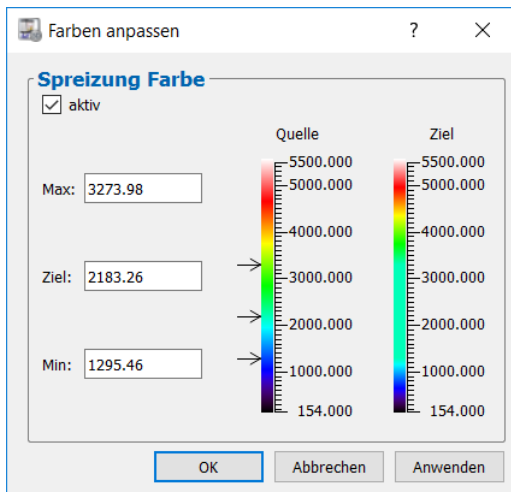

Abb. 3.47: Dialog „Farbe anpassen“
- **Oberflächen-Farben anpassen:** Sie können die gewählte Farbpalette spreizen und Ihren Bedürfnissen anpassen (siehe Abb. 3.47). Dabei wird der Zielfarbwert zwischen der Ober- und Untergrenze gespreizt. Die außerhalb der Ober- und Untergrenze liegenden Farbwerte werden zusammengestaucht.